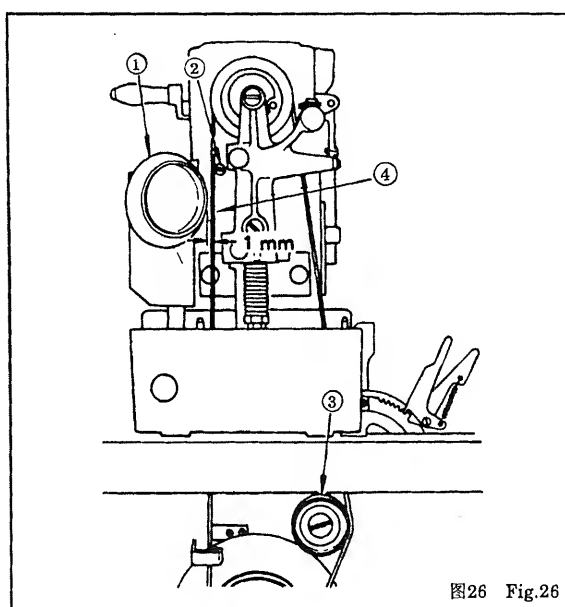

图26 Fig.26
23.底线绕线装置的调节 图26
23. ADJUSTING THE BOBBIN THREAD WINDER Fig.26